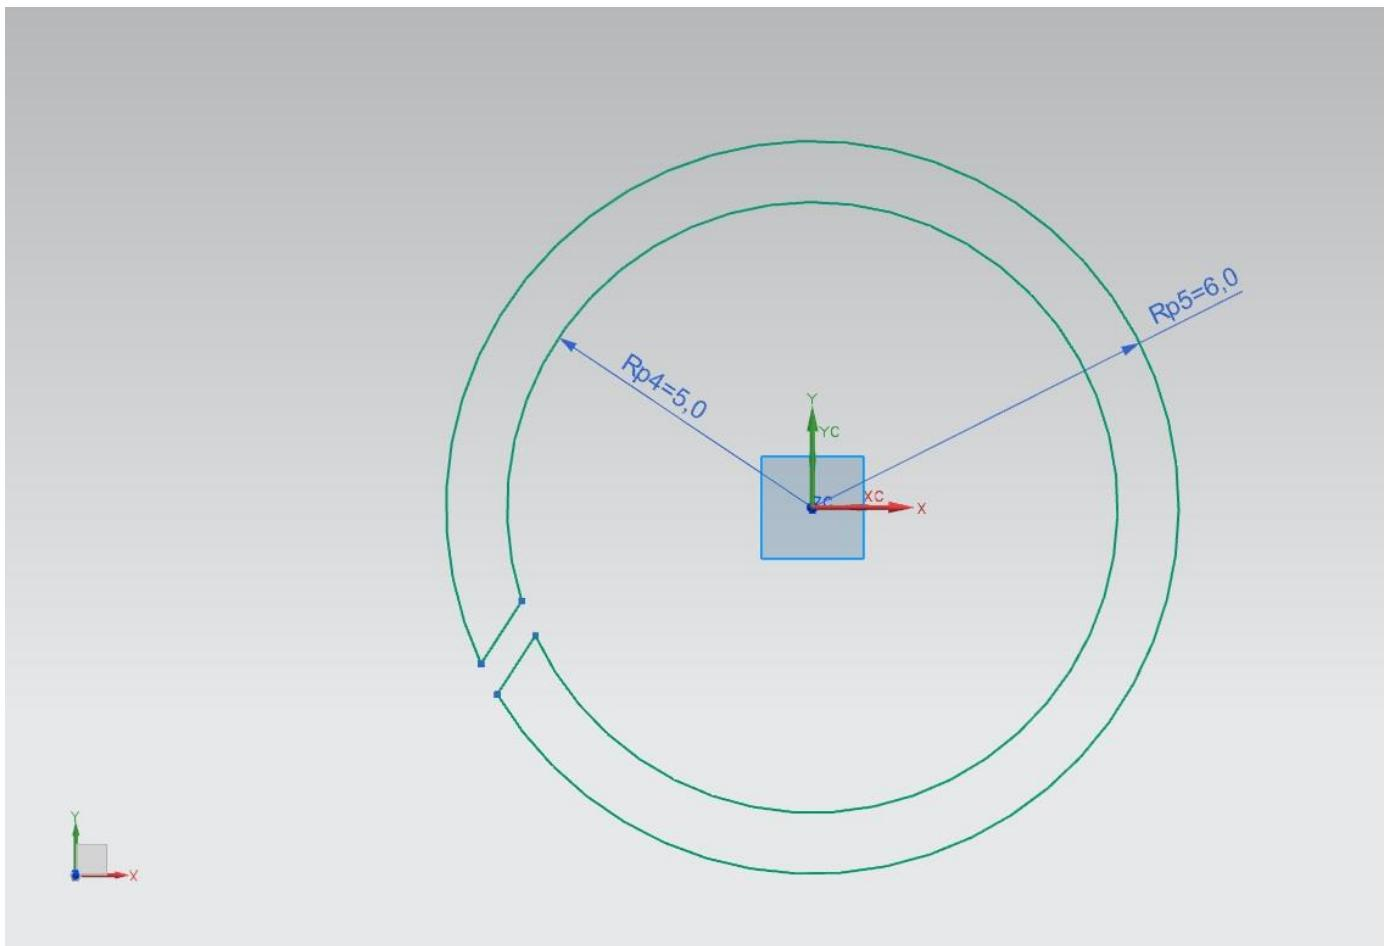

Рисунок 58 – Эскиз модели «Шайба»
9. Построить методом вытягивания модель «Шайба» (см. Рисунок 58)